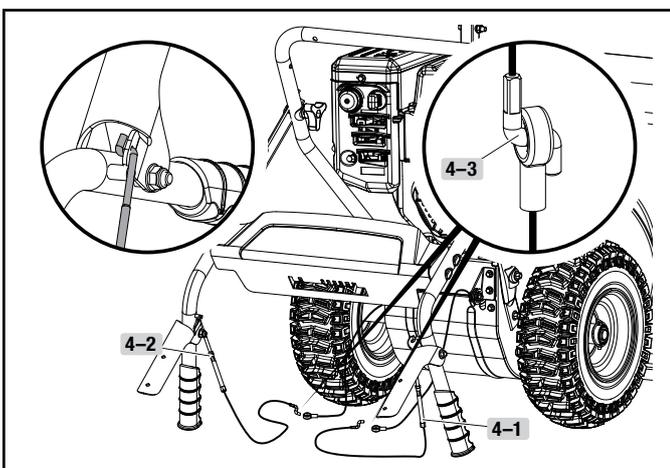

Figure 4
2. Rabattez la poignée vers l'arrière (il faudra un peu de force pour pliez vers l'arrière) et connectez le CÂBLE DE COMMANDE DE LA CONDUITE AUTOMATIQUE (4-1) à droite et le CÂBLE DE COMMANDE DE LA TARIÈRE à gauche. (figure 4)
3. Insérez les serre-fils (4-3) ensemble et tirez pour vous assurer qu'ils est connecté. (figure 4)